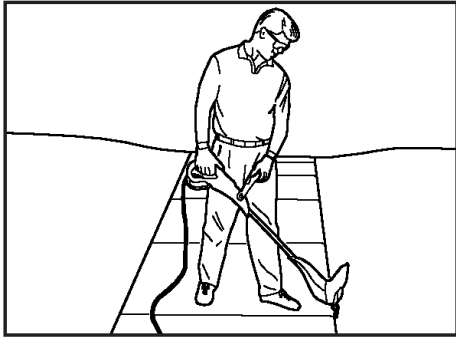

Fig. 4-2D
6. **OPERATING AS AN EDGER** (Fig. 4-2D). With the unit configured as an edger, hold it so the motor is to your left side so that debris is thrown to the rear. Always use eye protection.
6. **UTILISATION EN TANT QUE TAILLE-BORDURE**(Fig. 4-2D). L'appareil étant réglé en tant que taille-bordure, le maintenir de façon que le moteur soit à gauche pour que les débris soient projetés vers l'arrière. Toujours porter des lunettes de sécurité.
6. **OPERACIÓN COMO ORILLADOR** (Fig. 4-2D). Con la unidad configurada como orillador, sujétela con el motor a la izquierda, de tal forma que las partículas sean lanzadas hacia atrás. Siempre utilice protector para los ojos.